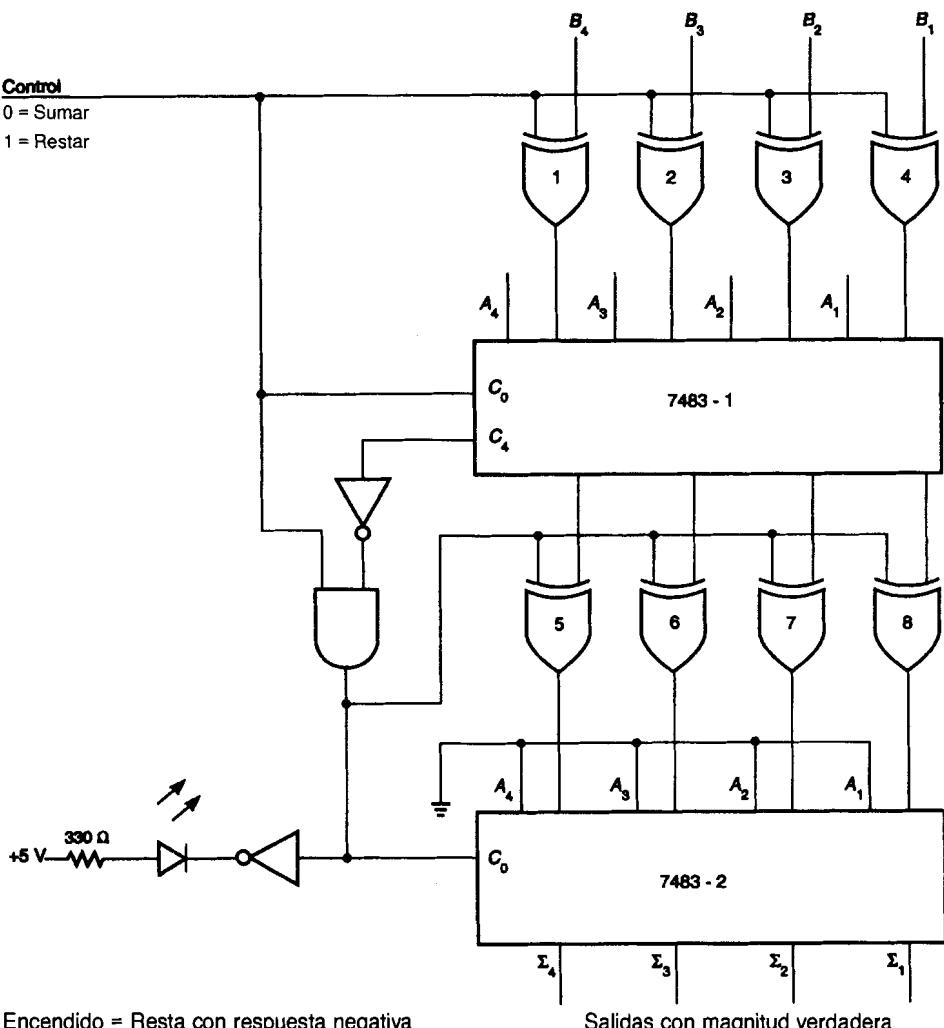

FIGURA 5-30 Sumador/restador de complemento a dos
3. Si el problema es de resta y existe un rebasamiento ($C_4 = 1$), entonces no se usa el complemento a dos del resultado que aparece en el primer 7483. La respuesta ya tiene la forma de magnitud verdadera y no debe ser alterada por el resto de la circuitería. En esta situación, la salida de la compuerta AND será 0. Con un 0 en las entradas de control de las compuertas OR exclusivo 5, 6, 7 y 8, el resultado del primer 7483 pasa sin cambio por el segundo 7483, y la magnitud verdadera aparece en las salidas Σ_4 , Σ_3 , Σ_2 , Σ_1 del segundo 7483. La circuitería desarrollada en el punto 2 ya ha tomado en cuenta este detalle. El diagrama completo aparece en la figura 5-30.
2. Haga la resta con el método del complemento a dos. Haga el seguimiento de los niveles lógicos en la figura 5-30. [6]